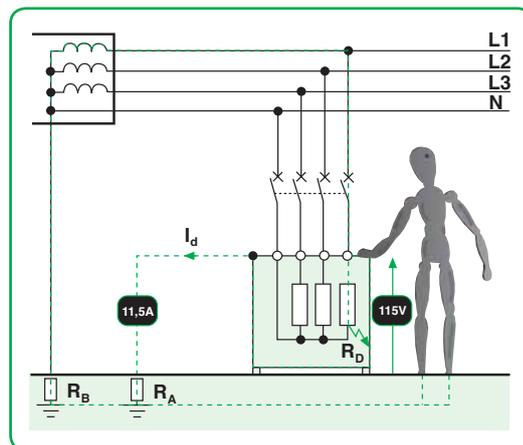

Fig. 2.4. Esquema TT. Defecto fase-masa.
En este caso, un defecto de aislamiento fase-masa (ver pág. siguiente, **fig. 2.4**) provoca la circulación de una corriente de fuga a tierra  $I_d$  que únicamente está limitada por las resistencias de las tomas de tierra ( $R_A$  y  $R_B$ ) y la resistencia del defecto de aislamiento ( $R_d$ ):
### Ejemplo (fig. 2.4)
• **Caso de una instalación bajo tensión.** El esquema TT no tiene ningún efecto sobre la protección y el corte del neutro, ya que la corriente de defecto de aislamiento no atraviesa el conductor neutro (**fig. 2.4**).